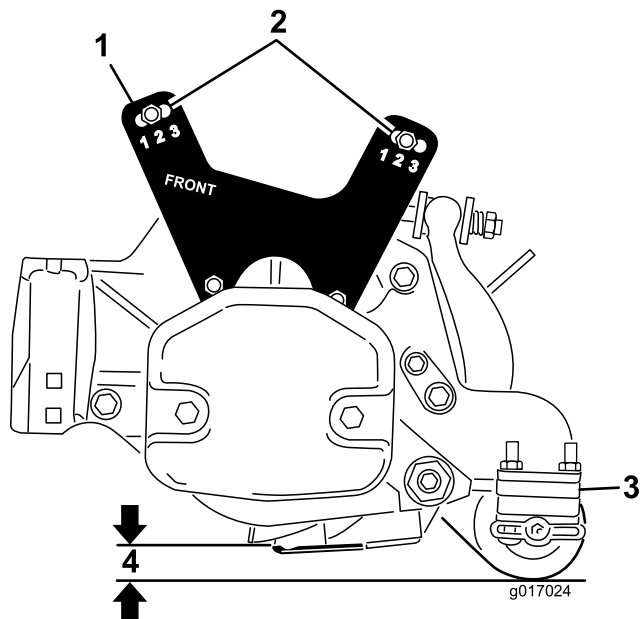

Figura 20
- Baje la unidad de corte al suelo y mida la distancia desde el suelo a la cara superior de la contracuchilla, según se muestra en Figura 20